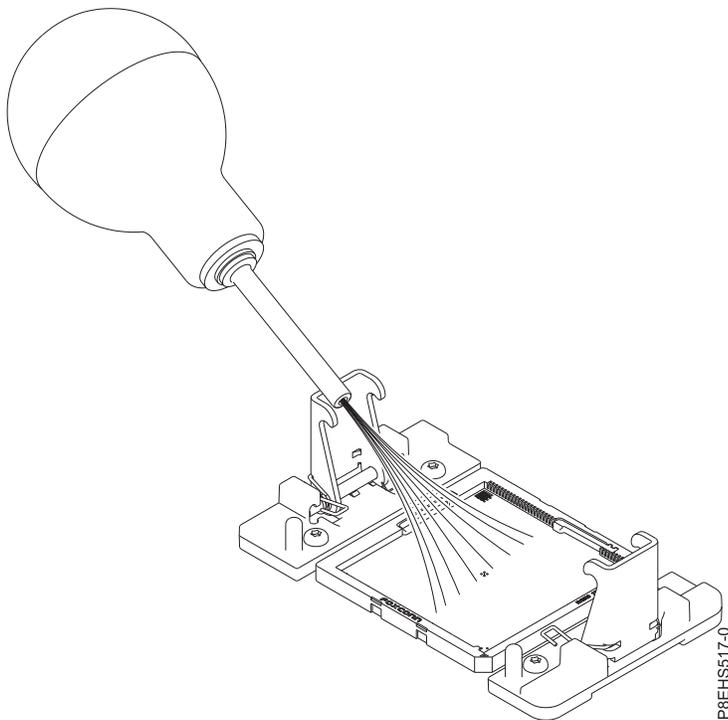

Figura 74. Removendo poeira e fragmentos do soquete do processador do sistema
- a. Se houver poeira ou fragmentos no soquete do processador do sistema, use a bomba de ar fornecida (número da peça 45D2645) para limpar a do soquete. Solte pequenas rajadas de ar do centro para os lados do soquete, conforme mostrado em Figura 74 na página 76.